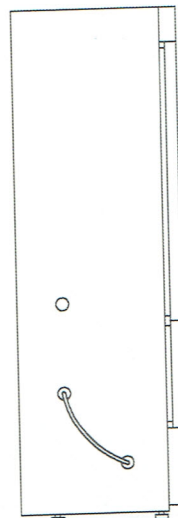

図 13
4. フリーザの左側面の測定孔キャップ(外側および庫内側)を外し、中の断熱材を取出します。その測定孔を通して記録計の感温部をフリーザ庫内に通します。測定孔に断熱材を戻し、測定孔キャップでふたをします(外側および庫内側)。感温部取出口にもキャップをします。(図 13)